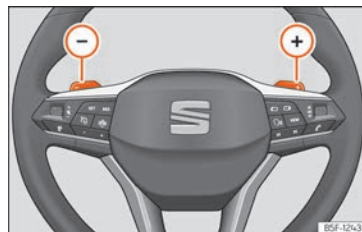

Fig. 168 Volante: alavancas de mudança automática de velocidade.
- Pressione a alavanca de mudanças (+) para engrenar uma velocidade mais alta » Fig. 168.